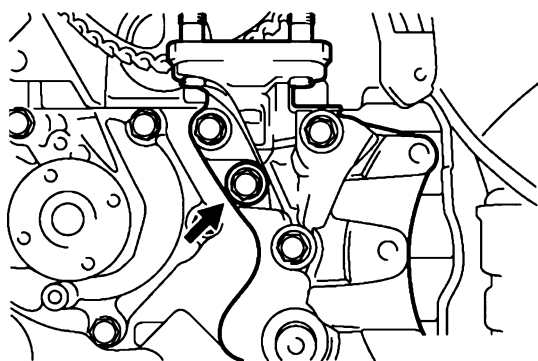

图 28-29 密封螺栓识别
- 1) 在紧固发动机支撑架密封螺栓前, 先用密封剂涂抹在图 28-29 所示的密封螺栓螺